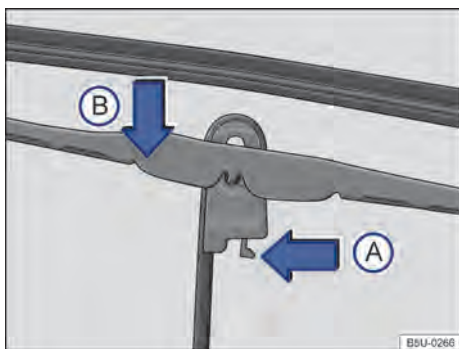

Fig. 131 Sustituir las escobillas limpiaparabrisas.
- Colocar la escobilla en posición perpendicular con respecto al brazo → fig. 131. .
- Apretar el pestillo de seguridad en el sentido de la flecha (A).
- Desencajar la escobilla en el sentido de la flecha (B), mover en el sentido opuesto al brazo del limpiaparabrisas y retirar en el sentido opuesto al de la flecha (B).